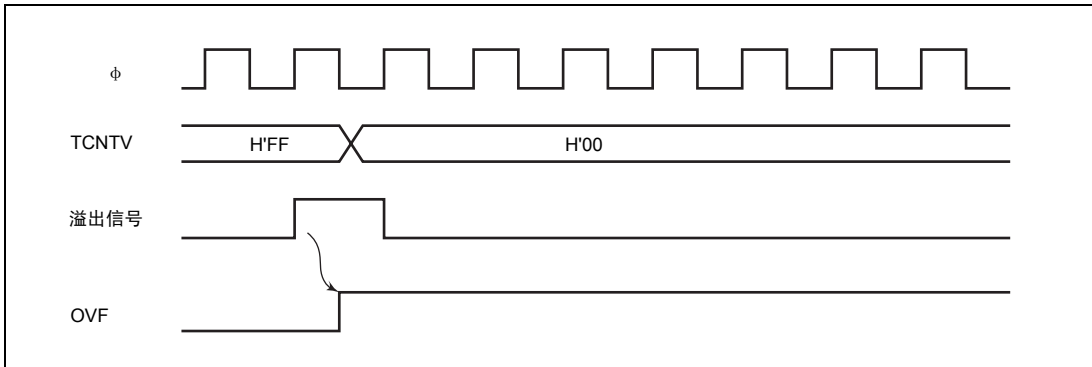

图 11.4 OVF 的置位时序
2. 如果 TCNTV 从 H'FF 溢出到 H'00, TCSR V 的 OVF 就被置位。此时的时序如图 11.4 所示, 如果 TCRV0 的 OVIE 是 1, 就向 CPU 发出中断请求。